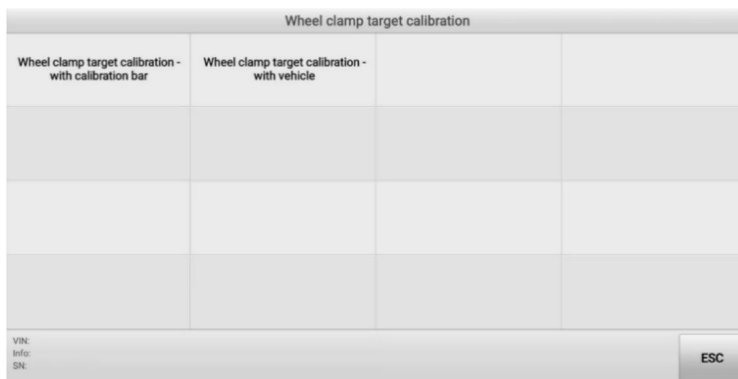

Figura 4-26 Selecione o método de calibração
2. Selecione **Calibração do alvo da trava da roda — com o veículo**. Consulte a Figura 4-26.